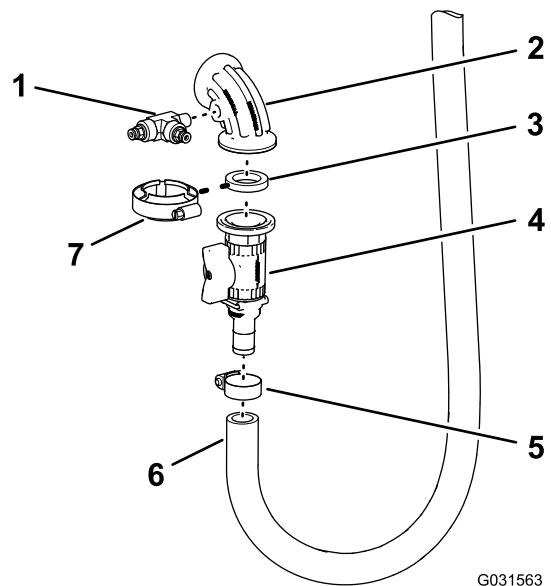

Figure 184
3. Appliquez du ruban d'étanchéité en PTFE sur le filetage du raccord en T (Figure 184) que vous avez retiré à l'opération 3 de Débranchement des flexibles et tubes (page 14).
4. Assemblez le raccord en T dans le raccord coudé à 90° avec orifice latéral comme montré à la Figure 184 et serrez le raccord à la main.
5. Fixez légèrement le raccord coudé à 90° avec orifice latéral, le joint et la vanne de coupure à l'aide du collier bride (Figure 184).
6. Fixez le raccord cannelé de la vanne de coupure avec le flexible d'entrée et le collier (Figure 184) que vous avez retirés à l'opération 4 de Débranchement des flexibles et tubes (page 14).